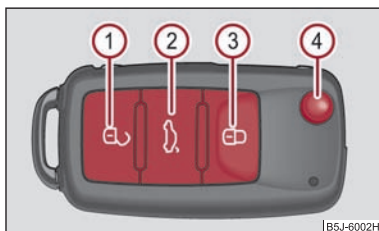

Fig. 31 Clé à radiocommande
- Appuyez sur la touche ① ⇒ fig. 31 pendant 1 seconde environ.
- Appuyez sur la touche ② pendant 1 seconde environ ⇒ fig. 31.